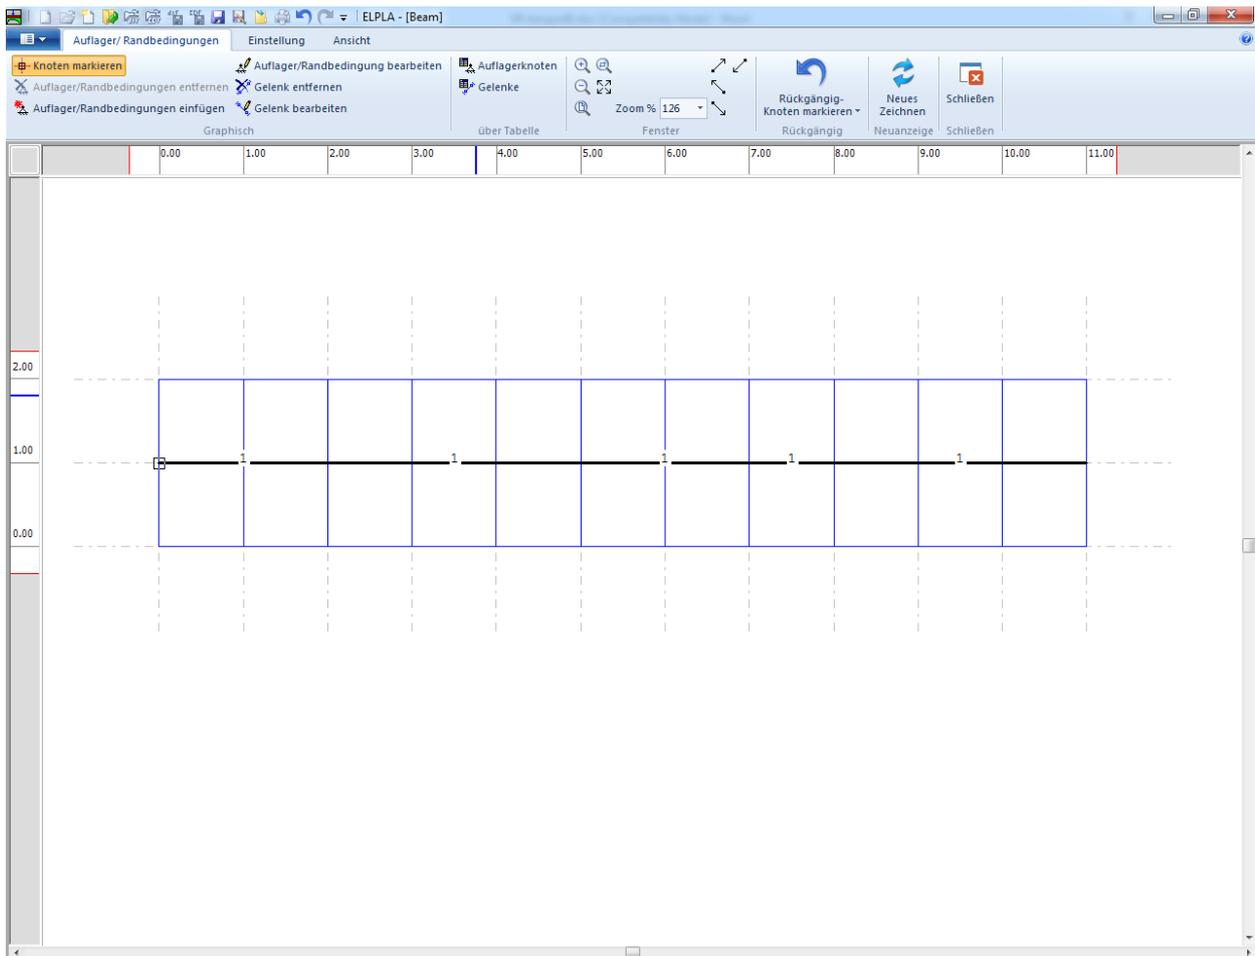

Bild 8.21 Markierung der Knoten mit Auflagern (kleine Rechtecke an den Ecken)
- Klicken Sie die linke Maustaste auf den gewünschten Knoten mit Auflager, wie im Bild 8.21 gezeigt
- Nach dem Auswählen von Knoten der Auflager wählen Sie "Auflager/ Randbedingungen einfügen" aus dem Menü "Graphisch" im Bild 8.21